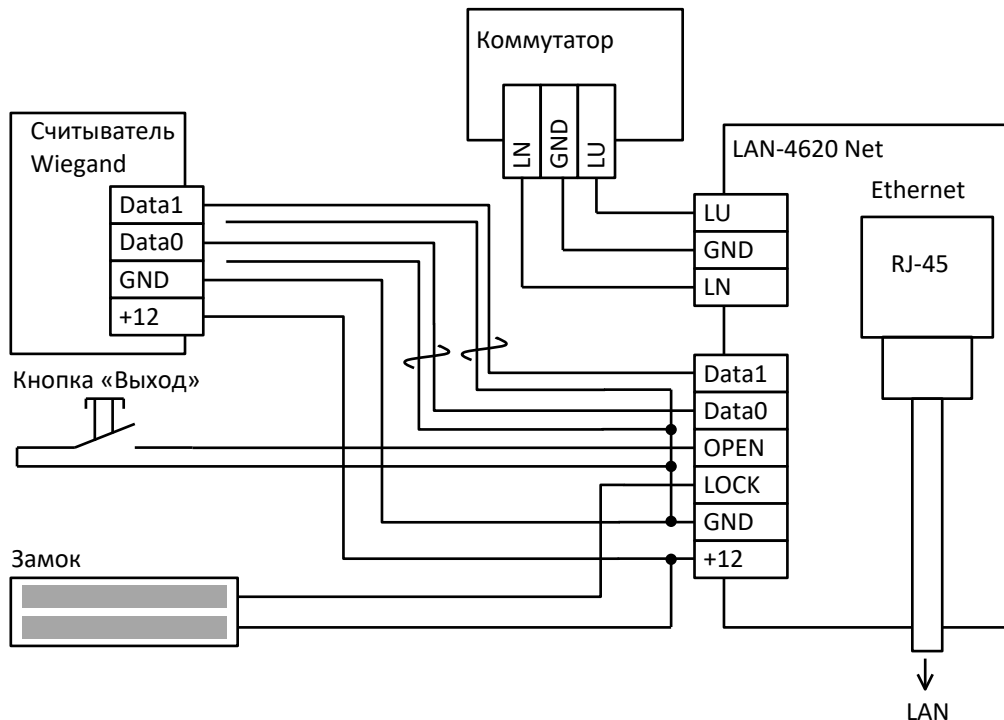

Рис.1
1. Занести номер мобильного телефона в контроллер с помощью личного кабинета на сайте <https://lk.ipdomofon.com:6443> (Рис. 1).